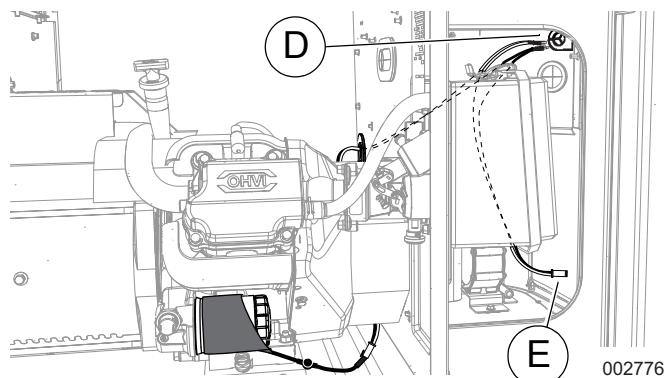

Рисунок 5. Подвод проводов к клиентскому соединению (9 кВт)
- См. Рисунок 5. Протяните подводящие провода через изолирующую втулку панели клиентских соединений (D). Если пустое гнездо Y-образного жгута (E) не будет подключаться к обогревателю аккумулятора, смотрите провода и зафиксируйте их с помощью пластиковой стяжки. Зафиксируйте все провода с помощью пластиковых стяжек на расстоянии как минимум 1 см (0,5 дюйма) от топливных шлангов.